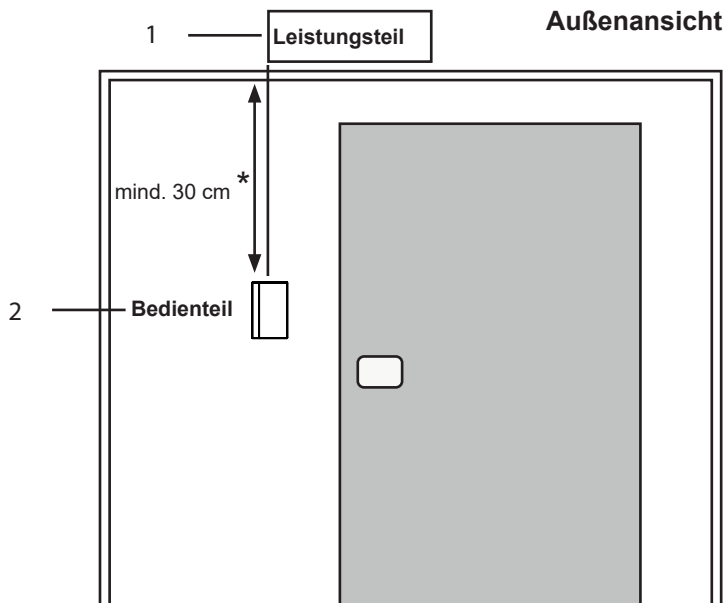

Abb.4 Position Bedienteil
Das Bedienteil 2 wird an der Kabinenwand im maximalen Abstand von 10 Metern zum Leistungsteil 1 montiert (siehe **Abb.4**).
* Bei Montage innerhalb der Saunakabine ist ein Mindestabstand von 30 cm zur Kabinendecke einzuhalten (siehe **Abb.4**).